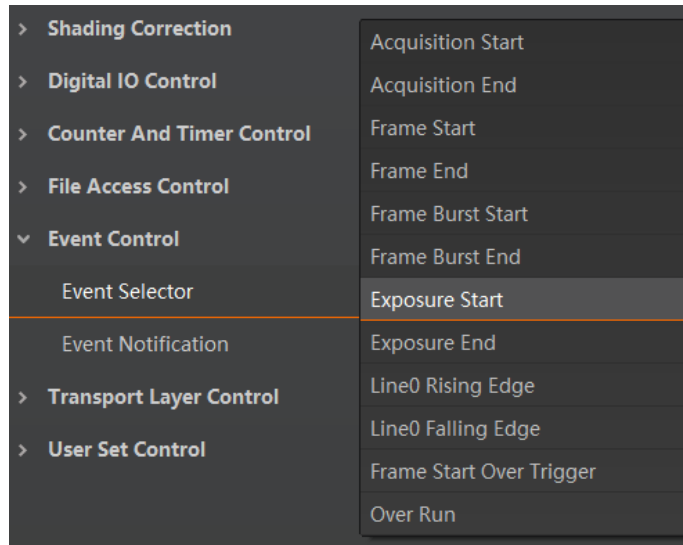

图8-7 选择需要查看的事件
1. 在属性 *Event Control* 下，参数 *Event Selector* 处下拉选择需要查看的事件，如图 8-7 所示。